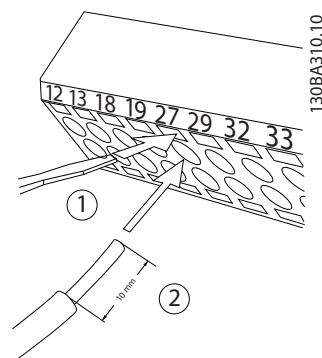

図 2.17 コントロール配線の接続
- 図 2.17 で示されるように、小型のドライバーを接点の上あるいは下側のスロットに挿入して、接点を開きます。